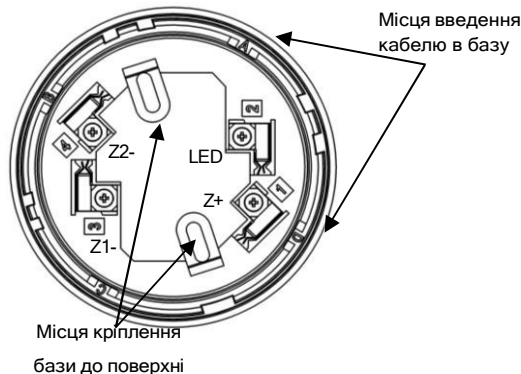

Рисунок 3.1 - Розташування клем на базі сповіщувача
- 2) викрутити 2 шурупи з боку контактів на корпусі сповіщувача (Рис. 3.1) і, утримуючи викруткою фіксатор термістора, зняти верхню кришку, зняти фіксатор термістора;